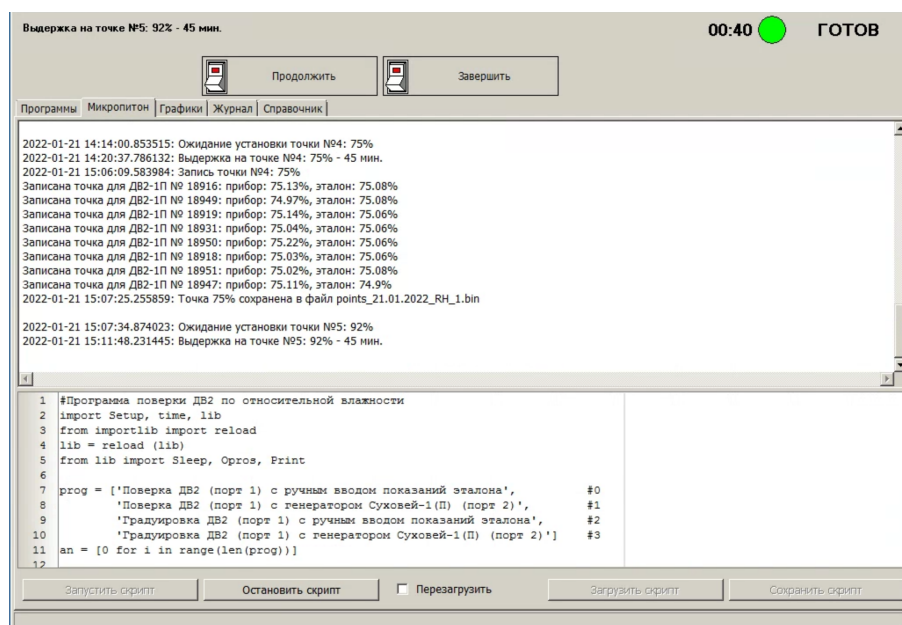

Рисунок 6 – Вкладка «Микропитон».
3.4.3. Вкладка «Микропитон» (Рисунок 6) имеет 2 области – в верхней области в ходе работы скриптов выводятся сообщения о работе программы (какие заводские номера считаны и т.п.). В этой же области выводятся сообщения об ошибках работы компилятора языка программирования Python, включая строку, в которой интерпретатор нашел эту ошибку. Весь текст из этого окна (кроме сообщений об ошибке Python) сохраняется в папке logs в файле с именем, соответствующим сегодняшней дате. В нижней области отображается текущий скрипт на языке программирования Python, а также кнопки для его загрузки, запуска, остановки и сохранения.
- 6.3.8.3. На вкладке «Микропитон» (Рисунок 6) будут выводиться сообщения о ходе процесса поверки.
- 6.3.9.3. Программа запросит ввод показаний эталона, после чего зафиксирует показания термогигрометров, что можно наблюдать на вкладке «Микропитон» (Рисунок 6).